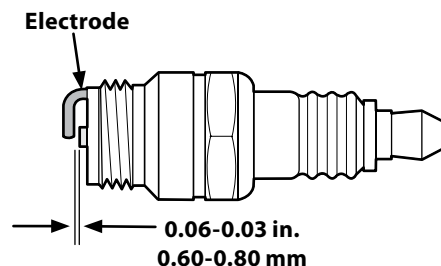

Figura 6-4
- Mida la separación de bujía con un calibrador. Corrija de ser necesario torciendo el electrodo lateral. Vea la Figura 6-4. La separación debe establecerse en 0.030 pulg. (0.76mm).